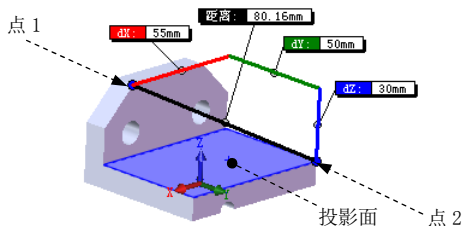
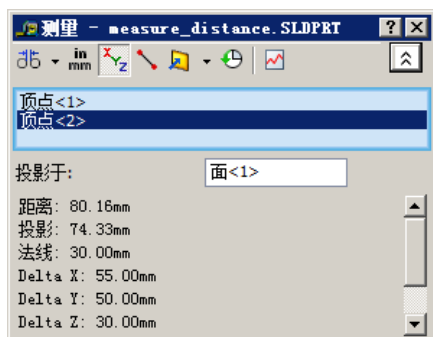

图 4.10.12 测量点到点的投影距离
图 4.10.13 “测量”对话框（一）
Step11. 测量点到点之间的投影距离，如图 4.10.12 所示。选取图 4.10.12 所示的点 1；选取图 4.10.12 所示的点 2；在“测量”对话框中单击  后的  按钮，在弹出的下拉列表中选择  选择面/基准面 命令；在“测量”对话框的  投影于: 文本框中单击 ，然后选取图 4.10.12 所示的模型表面作为投影面。此时选取的两点的投影距离在对话框中显示（图 4.10.13）。